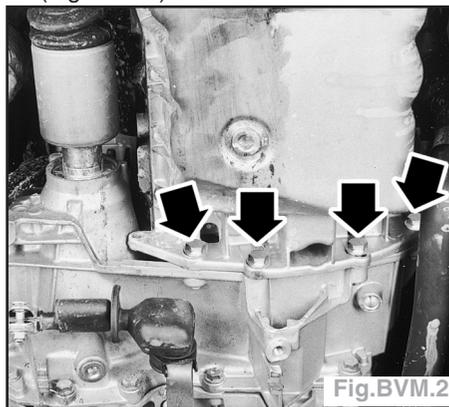

Fig.BVM.2
- les vis de fixation inférieure de la boîte de vitesses sur le carter inférieur (Fig.BVM.2).